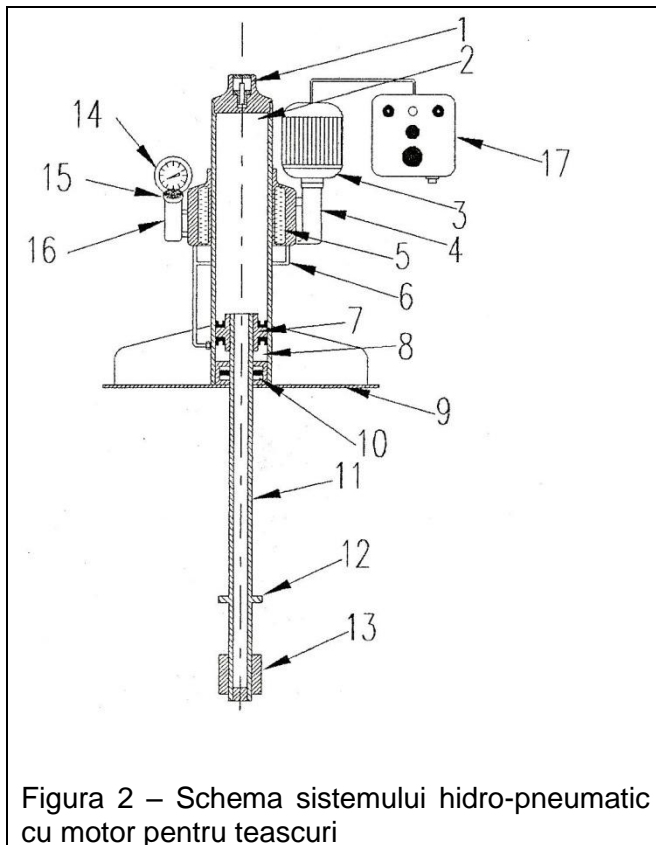
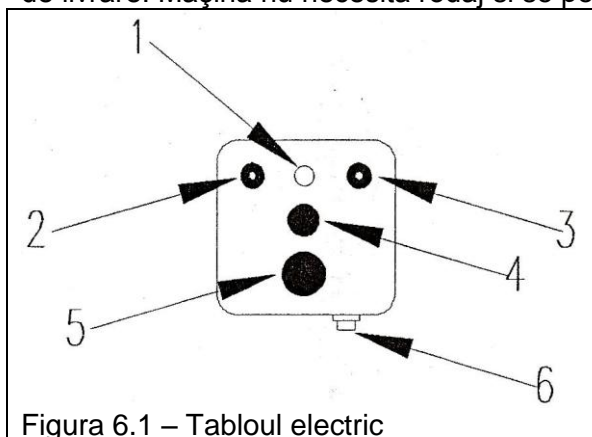

Figura 2 – Schema sistemului hidro-pneumatic cu motor pentru teascuri
Figura 6.1 – Tabloul electric
Schema panoului electric este reprodusă în figura 6.1. Robinetul de golire a uleiului este evidențiat în figura 2, numărul 15.
Trebuie să vă asigurați că robinetul de golire a uleiului (vezi figura 2, numerotat cu (15)) este închis.